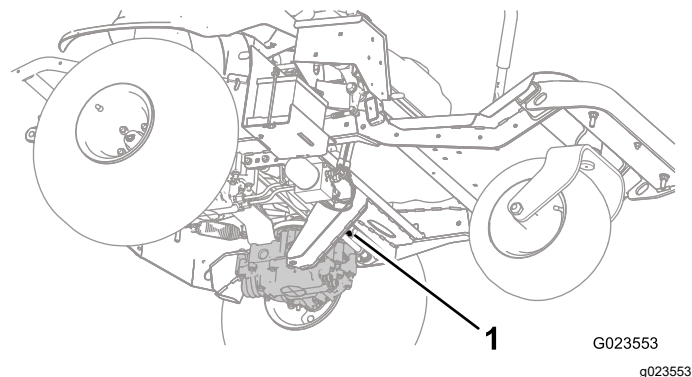
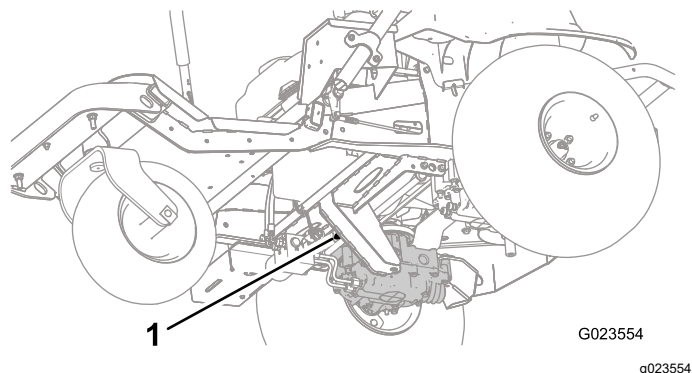
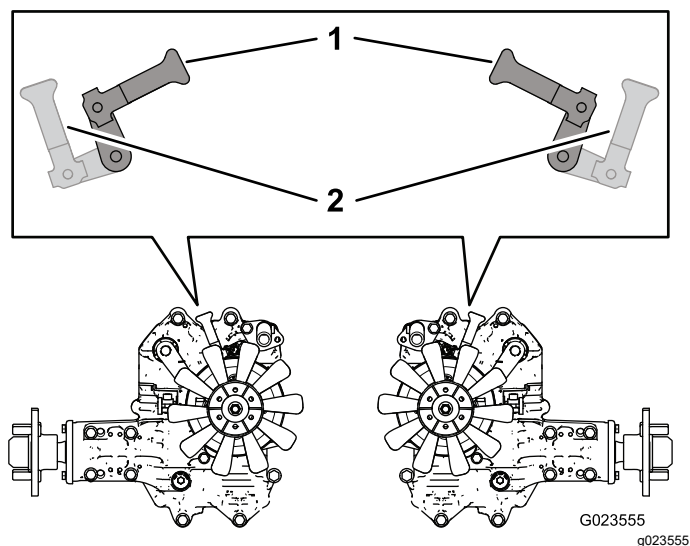

Figura 22
Figura 23
Figura 24
2. Desde debajo de la máquina, gire las palancas de las válvulas de desvío (Figura 22 y Figura 23) hacia dentro, orientadas hacia el centro de la máquina (Figura 24), y quite el freno de estacionamiento; consulte Uso del freno de estacionamiento \(página 20\).
3. Cuando haya terminado de empujar o remolcar la máquina, mueva las palancas de las válvulas de desvío hasta que estén orientados hacia la parte delantera de la máquina, para poder conducir la máquina (Figura 24).